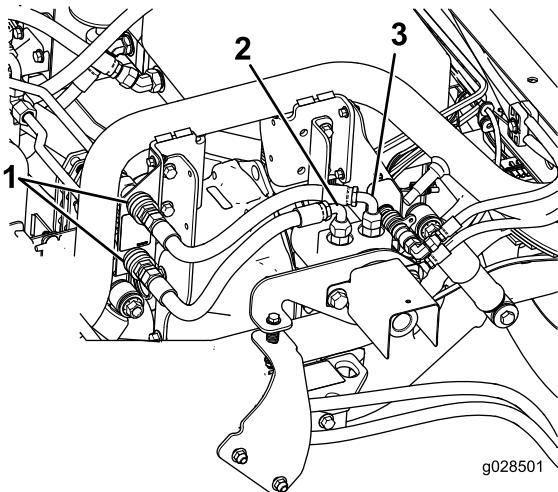

Figura 8
1. Collegate l'estremità libera del flessibile collegato al raccordo interno nel motore all'accoppiatore ad attacco rapido inferiore sulla staffa (Figura 8).
2. Collegate l'estremità libera del flessibile collegato al raccordo esterno nel motore all'accoppiatore ad attacco rapido superiore sulla staffa (Figura 8).